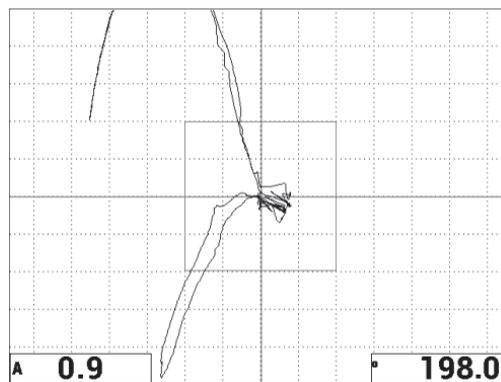

Figura 6-10 L'ampiezza (A) e la fase ($^{\circ}$) del punto fluttuante XY
7. Premere il tasto FULL/NEXT (➡) per passare alla modalità a schermo intero. Le letture visualizzano in tempo reale l'ampiezza (A) la fase ($^{\circ}$) del punto fluttuante XY (vedere Figura 6-10 a pagina 143). Per informazioni su come modificare le letture in tempo reale vedere la sezione "Visualizzazione delle letture in tempo reale" a pagina 70.